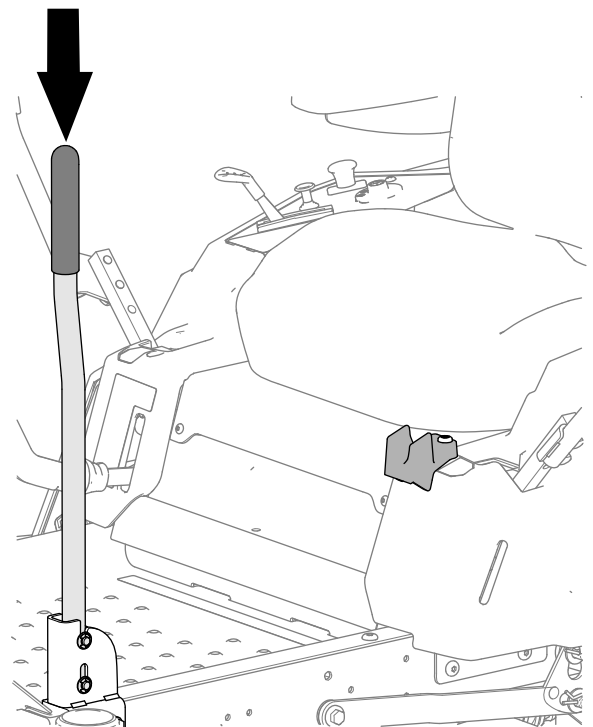

Figura 17
2. Baje el asidero como se muestra en la Figura 17.